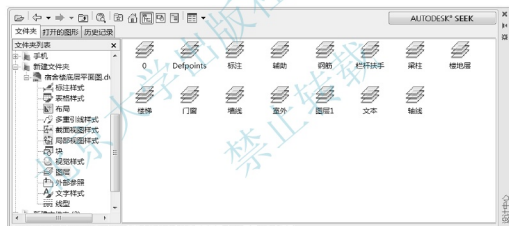

图 3.129 显示载入文件的【图层】
(4) 双击右侧的【图层】选项,出现“宿舍楼底层平面图.dwg”所包含的所有图层,如图3.129所示。